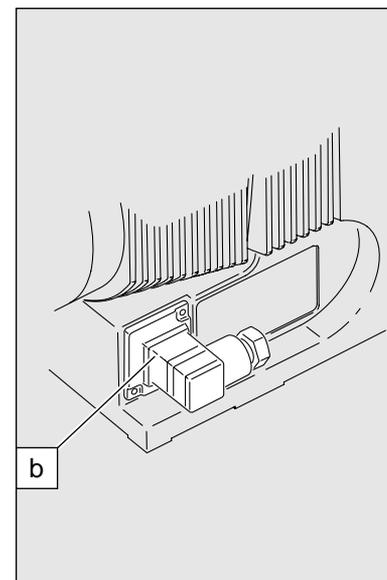

Abb. 19
- ▶ Die Dichtung des Relaiskabelsteckers in den Relaisdeckel einlegen und den Relaiskabelstecker (siehe Abb. 19: b) anschrauben.